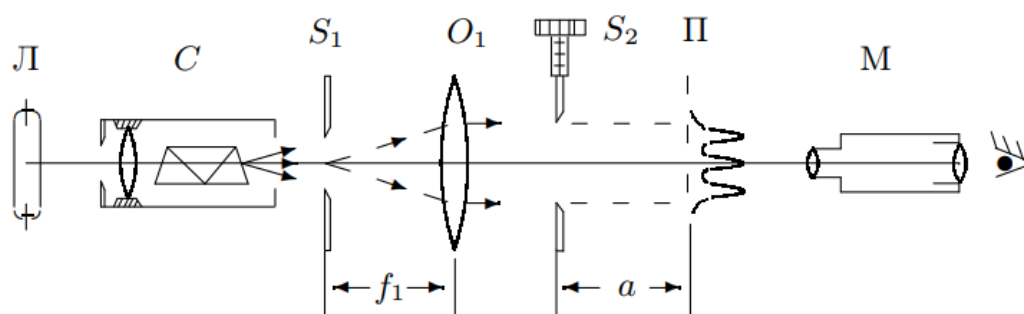

Рис. 1: Схема лабораторной установки для наблюдения дифракции Френеля
1. Схема установки для наблюдения дифракции Френеля на щели представлена на рис. 1. Дифракционная картина рассматривается с помощью микроскопа М, сфокусированного на некую плоскость наблюдения П.